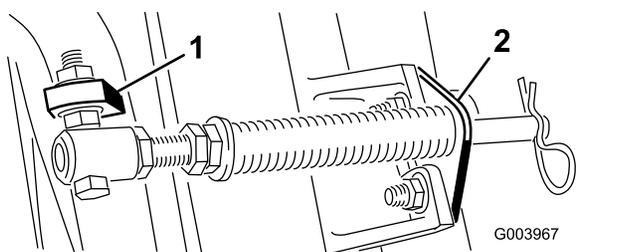

Рисунок 5
4. Присоедините кронштейн штока к выступам режущих блоков с помощью каретных болтов и гаек (**Рисунок 5**).